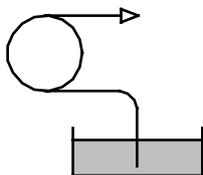

Fig.1
- Fig.1 Hormis dans le cas de produits très épais, la pompe doit être localisée en aspiration au-dessus du produit à pomper.